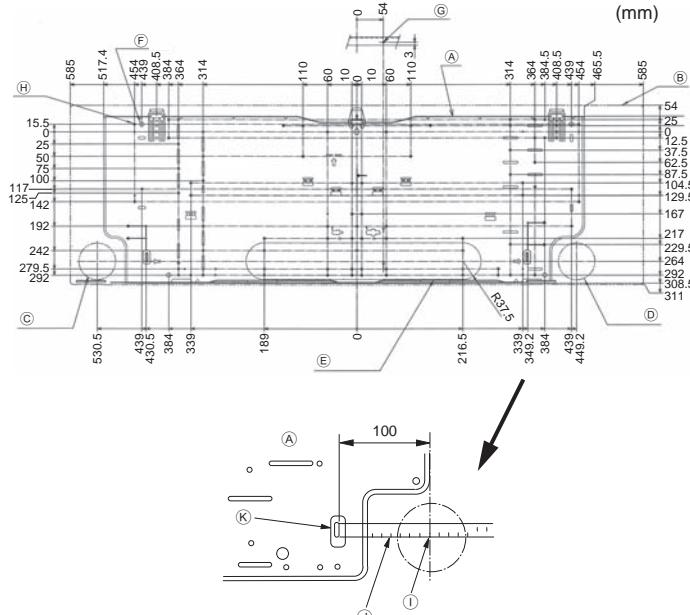
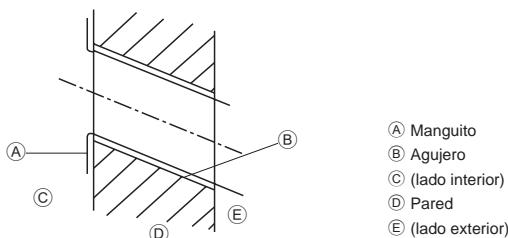

Fig. 3-2
Fig. 3-3
■ PKFY-P-VKM-E (Fig. 3-2)
- Placa de montaje (1)
- Centro del orificio (I)
- Alinear la escala con la línea (J)
- Introducir la escala (K)
3.2.2. Hacer el agujero para las tuberías (Fig. 3-3)